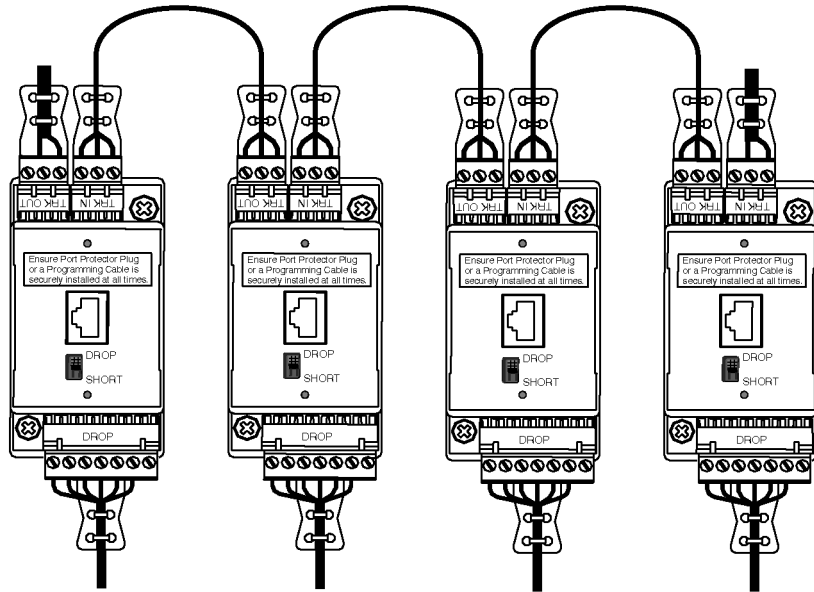

Figure 1 — Emplacement des bornes
La figure 1 indique l'emplacement des bornes:
3	<p>Connexion des bouchons de terminaison (voir figure 1).</p> <p>Connectez les bouchons de terminaison (référence Schneider Automation 990 NAD 230 22) au niveau des zones de terminaison, sur la broche 1 (WH) et la broche 2 (BL).</p>